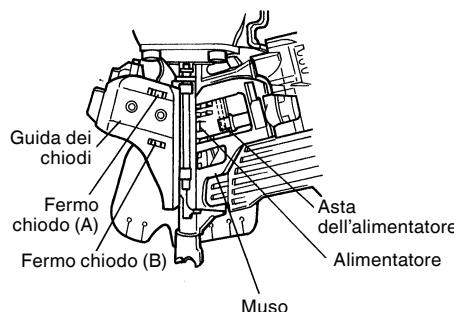

Fig. 22
(2) Aprite la guida chiodi come mostrato in Fig. 22.